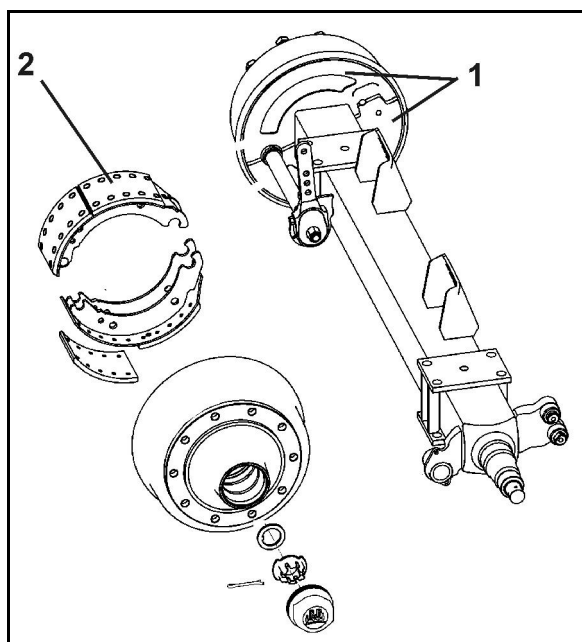

Bild 136
1. Skruva av båda täckkåporna (Bild 136/1) på bromstrummans insida.
Smuts som trängt in kan lägga sig på bromsbeläggen (Bild 136/2) och försämra bromseffekten.